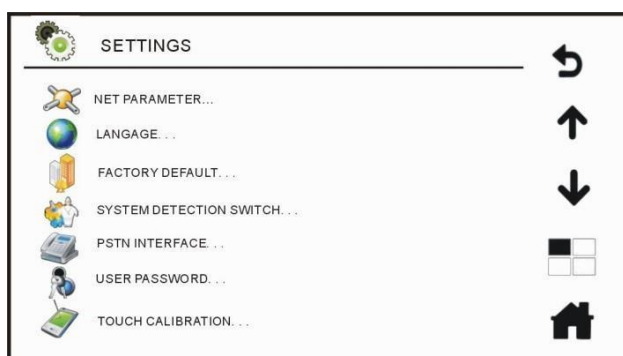
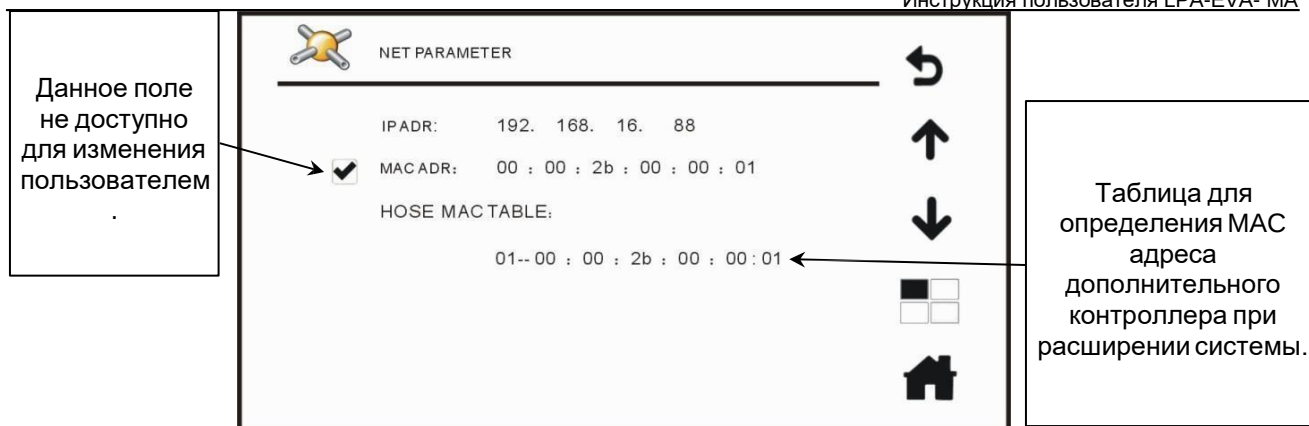

Рис. 4.25. Главное меню системных настроек
Рис. 4.26. Меню сетевых параметров
1. В окне **SETTINGS** (системные настройки), которое изображено на Рис. 4.25, нажмите кнопку подменю **NET PARAMETER** (сетевые параметры) и войдите в меню сетевых параметров для просмотра сетевой конфигурации системного оборудования. Здесь же можно делать запросы MAC-адресов оборудования. Меню сетевых параметров изображено на Рис. 4.26.
- В окне **SETTINGS** (системные настройки), которое изображено на Рис. 4.25, нажмите кнопку подменю **LANGUAGE** (язык)  чтобы войти в окно выбора языка системы и установите флажок ☒ напротив выбранного в списке языка: так вы сможете переключить интерфейс системы на удобный язык.